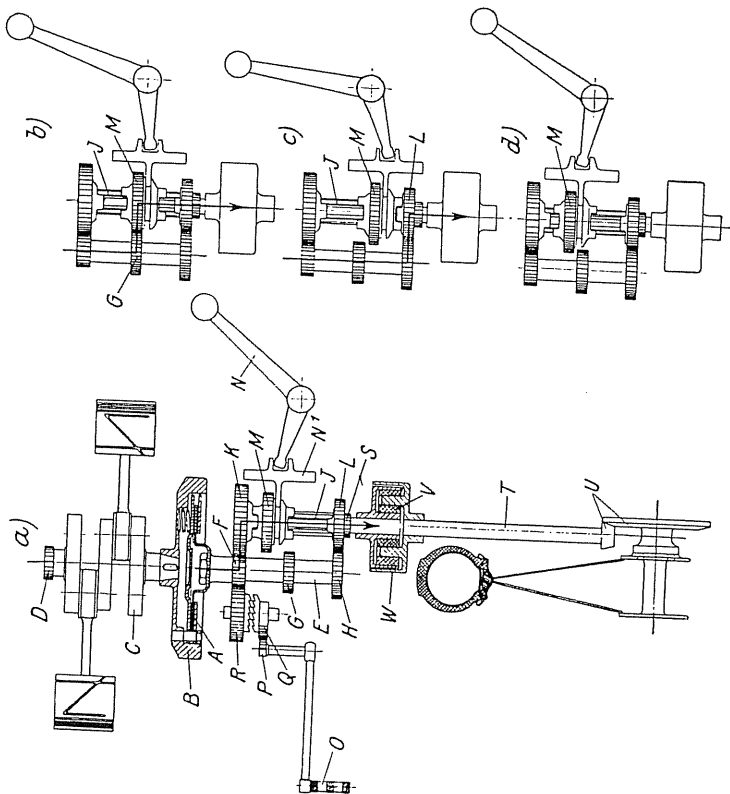

Abb. 11. Schematische Darstellung des Antriebes.
11. Getriebe: Die vom Motor erzeugte Drehbewegung wird zunächst durch die Kupplung auf das Dreiganggetriebe übertragen, um von diesem unter entsprechender Herabsetzung der Geschwindigkeit an das Hinterrad abgegeben zu werden. In der Abbildung 11 ist die Wirkungsweise des BMW-Getriebes schematisch dargestellt. A bezeichnet die in das Schwungrad B eingebaute Kupplung und C die Kurbelwelle auf der noch das Zahnrad D für den Antrieb der Steuerung sitzt. Der Antrieb des Getriebes erfolgt durch die sich bei eingekuppeltem Motor ständig drehende Hauptwelle E und deren feststehende Zahnräder F, G und H. Parallel zur Hauptwelle läuft die Vorgelege- oder Keilwelle J, deren lose drehbare Räder K und L ständig mit den Rädern F bzw. H kämmen, sich aber infolge ihrer verschiedenen Größen mit verschiedener Geschwindigkeit drehen. Auf der Vorgelegewelle sitzt ferner ein in der Keilbahn verschiebbares und nur mit der Welle zusammen drehbares Zahnrad M, welches auf seinen beiden Seiten mit Kupplungsklaue versehen ist, die es je nach seiner Verschiebung durch den Schalthebel N nach vorn oder hinten mit den Kupplungsklaue der Zahnräder K und L in Eingriff bringen kann, so daß es von diesen sich durch die Hauptwelle E ständig drehenden Rädern mitgenommen wird und seinerseits die Welle J antreibt.